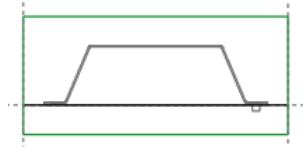

图12.38 截面草图
(3) 绘制截面草图。选取坯料边线为参考线，绘制图12.38所示的截面草图(截面草图为一条线段)；完成截面的绘制后，单击“草绘”操控板中的“确定”按钮。